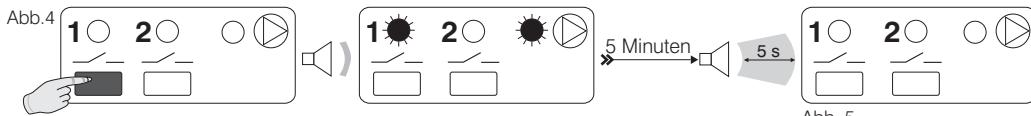

Abb. 5
- Die Steuerung bleibt 5 Minuten lang eingeschaltet. Danach weist ein 5 Sekunden anhaltender Signaltón den Benutzer darauf hin, dass das Ausschalten unmittelbar bevorsteht (Abb. 5). Wenn die Steuerung weiterhin eingeschaltet bleiben soll, drücken Sie erneut die z.B. Taste 1 –; bis ein Signal ertönt; andernfalls wird die Steuerung nach Ablauf des akustischen Signals ausgeschaltet.